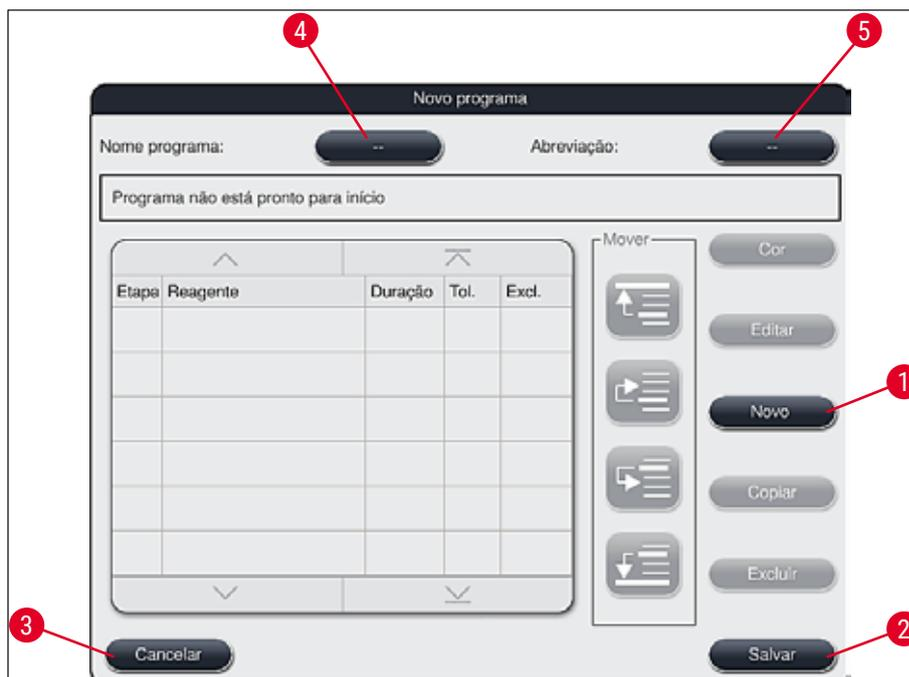

Fig. 45
- Uma janela do novo programa é aberta (→ "Fig. 45").
- A janela de entrada (→ "Fig. 45") abre para o novo programa a ser criado.